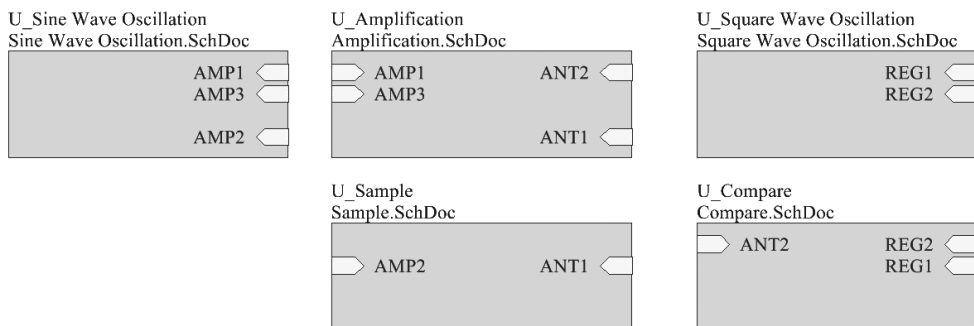

图 5-31 生成的方块图
3) 将生成的方块图放置到原理图中,同样的方法创建其余与子原理图同名的方块图,放置到原理图中,结果如图 5-31 所示。